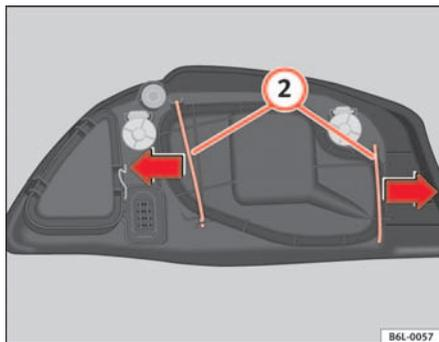

Abb. 144 Glühlampe
- Die Streben ② ⇒ Abb. 144 in Pfeilrichtung herauschieben und den Deckel abnehmen.
- Den Kunststoffdeckel und die Streben ② ⇒ Abb. 144 einsetzen.